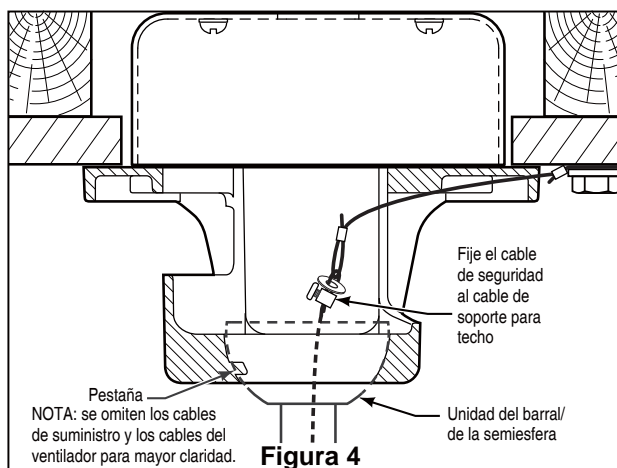

Figura 4
4. Coloque el soporte de la varilla y alinee los orificios de la clavija de horquilla en ambas piezas. Instale la clavija de horquilla y asegúrela con la pinza de horquilla. Fije los dos tornillos de presión y las tuercas de seguridad en el soporte de la varilla interior. (Figura 4)
4. Levante cuidadosamente el ventilador y coloque el ensamble de la bola para colgar/varilla en la abrazadera y arandelas para colgar que acaba de fijar a la caja de salida. Asegúrese de que la ranura de la bola esté alineada con la lengüeta de la abrazadera para colgar. (Figura 4)
5. Fije el cable de seguridad al cable de soporte para techo. Deslice la abrazadera de cables por el cable de seguridad (del ventilador). Pase el extremo del cable a través del aro que forma el cable de soporte para techo. Tire lo más posible del cable a través del aro. Inserte el extremo del cable en el orificio de la abrazadera y ajuste firmemente el tornillo. (Figura 4)
4. Asegure el vidrio en la unidad de la placa de luz girándolo en el sentido de las agujas del reloj y sin apretar demasiado. (Figura 4)
(Figura 4)